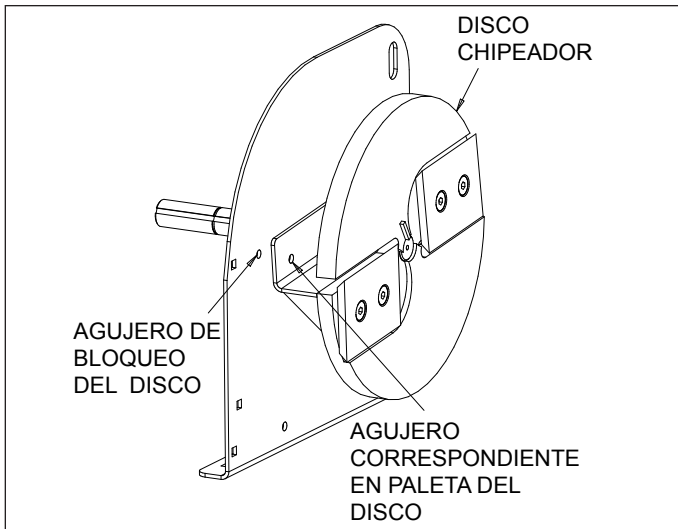

Figura 5.1 - Bloqueo del disco
Al trabajar en el montaje del disco, use el mecanismo de bloqueo en todo momento (Figura 5.1). Siga los pasos indicados para instalar el bloqueo del disco.
2. Gire el disco de la chipecadora hasta que el agujero de la paleta chipecadora esté alineado con el agujero de la carcasa de la chipecadora (Figura 5.1).